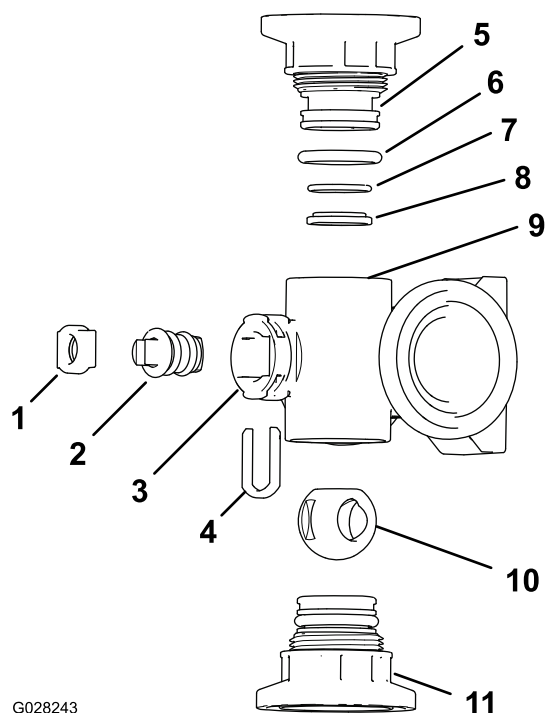

Figure 77
2. Déposez les 2 raccords d'embout à chaque extrémité du corps du collecteur (Figure 77 et Figure 78).
4. Retirez l'étrier de fixation de la tige des fentes de l'orifice de tige du collecteur (Figure 77 et Figure 78).
5. Déposez du collecteur l'étrier de fixation et le siège de la tige (Figure 77 et Figure 78).
6. En passant par le corps du collecteur, déposez la tige de vanne (Figure 77 et Figure 78).
1. Vérifiez l'état et l'usure des joints toriques de raccord de sortie (collecteur de vanne de section seulement), des joints toriques d'embout, des joints toriques de portée arrière et du siège de la bille (Figure 77 et Figure 78).
2. Appliquez de la graisse silicone sur la tige de la vanne et insérez-la dans le siège (Figure 77 et Figure 78).
3. Placez la tige et le siège dans le collecteur et fixez-les à l'aide de l'étrier (Figure 77 et Figure 78).
4. Vérifiez que le joint torique de portée arrière et le siège de la bille sont correctement alignés et engagés dans le raccord d'embout (Figure 77 et Figure 78).
5. Montez le raccord d'embout sur le corps du collecteur jusqu'à ce que la bride du raccord touche le corps (Figure 77 et Figure 78), puis tournez encore le raccord d'embout de 1/8e à 1/4 de tour.